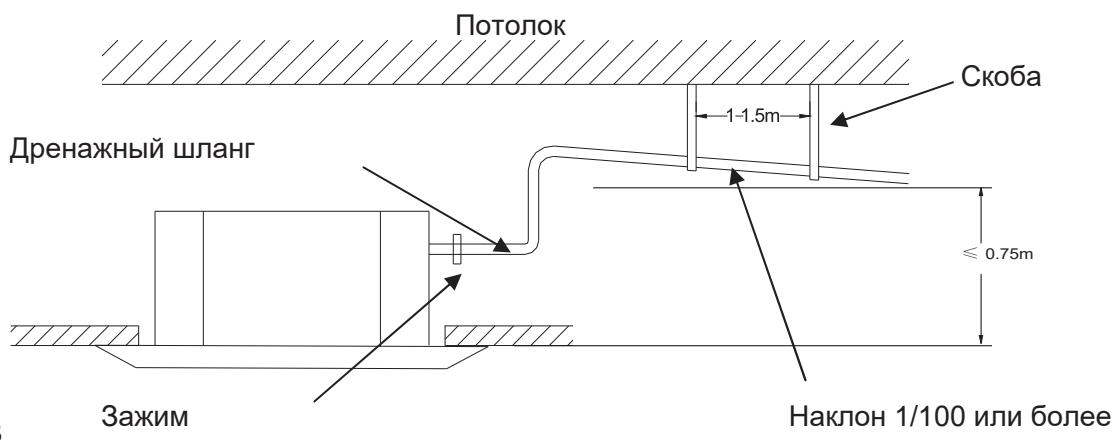

Рис. 13
1. Не поднимать дренажную трубку выше 0.75 м, поскольку это может привести к утечке воды (рис. 13).
2. Убедиться в том, что дренажная трубка установлена с уклоном вниз (не менее 1/100), а также в отсутствии мест, где может скапливаться вода (рис. 13).
Для поддержки дренажной трубы расположить крепёжные скобы на расстоянии 1 – 1,5 м. (Рис. 13)